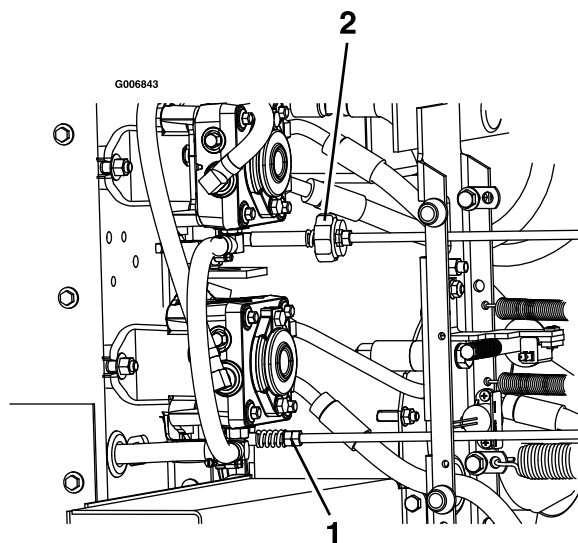

Figure 65
9. Pour obtenir la position POINT MORT, réglez les tringleries de commande de pompe droite et gauche qui relient la commande de direction aux bras de commande de pompe jusqu'à ce que la roue s'arrête de tourner ou tourne légèrement en sens inverse (Figure 65).
11. Réglez la tringlerie de pompe droite en utilisant une clé pour tourner les doubles écrous sur l'ensemble (Figure 65).